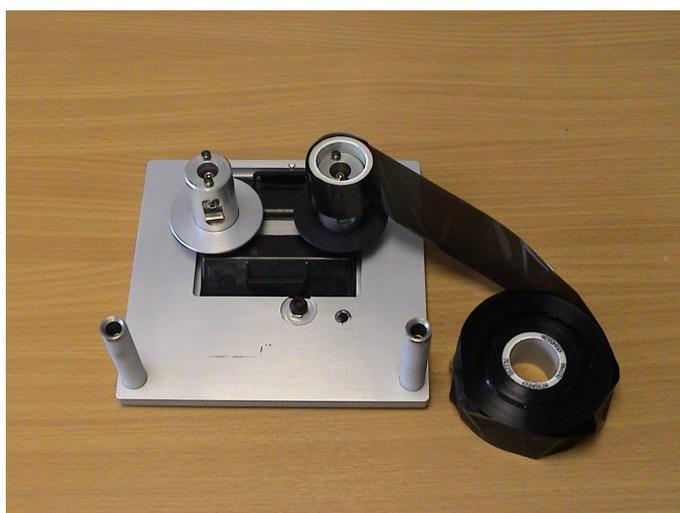

Рис. 5-11: Извлечение ленточных бобин
- 3 Вытяните из кассеты две ленточных бобины (на одной из которых намотана вся использованная лента), как показано на Рис. 5-11. Диски, расположенные под каждой бобиной, могут использоваться в качестве рычага для извлечения бобины из кассеты.